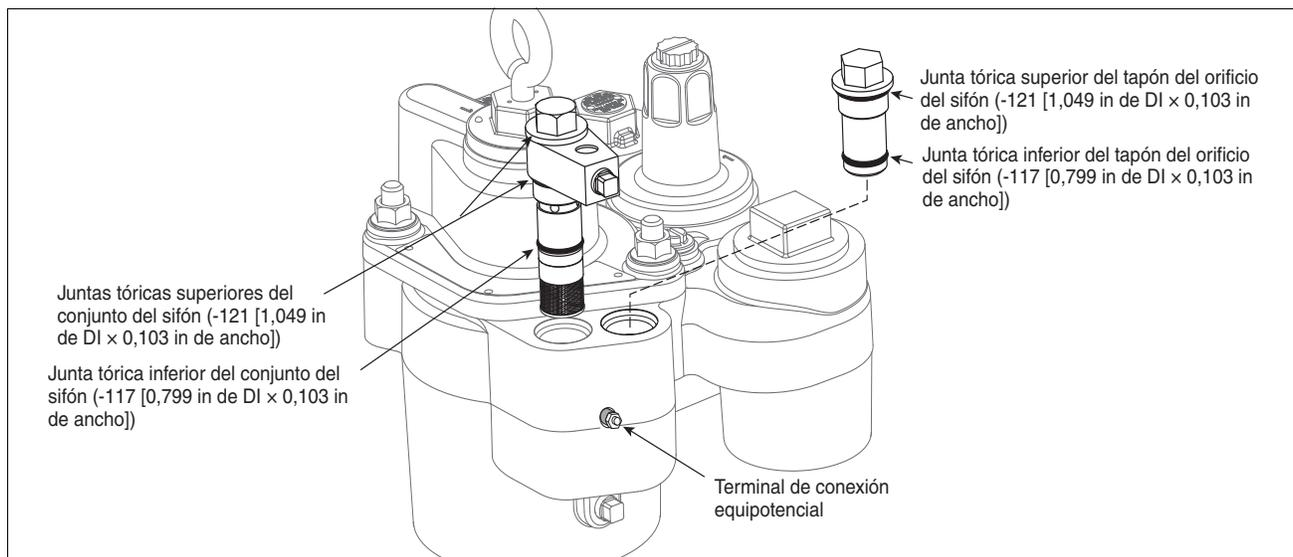

Figura 21. Colocación del conjunto del sifón en el distribuidor
5. Inserte el cartucho del sifón en el orificio del sifón (véase la Figura 21). Gire el orificio de salida del sifón en la dirección deseada y, a continuación, apriete con la mano el cuerpo hexagonal de retención del sifón. Apriete el cuerpo con un par de torsión de 25-30 ft-lb (34-41 N•m).